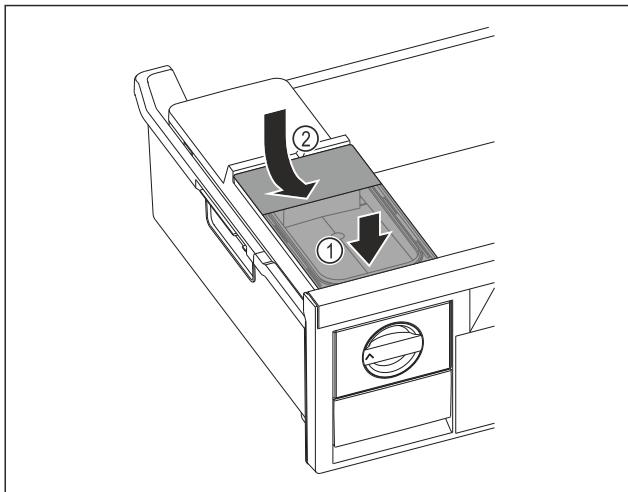

Fig. 68
- ▶ Nádržku na vodu nasadte vpred. Fig. 68 (1)
- ▶ Nádržka na vodu spustite vzadu. Fig. 68 (2)